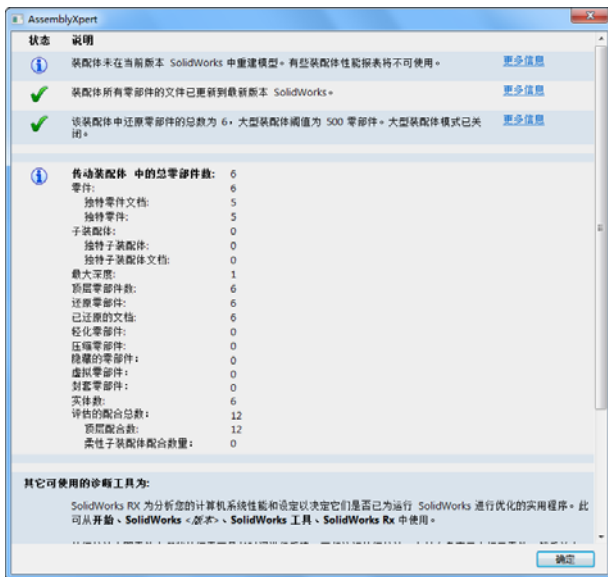

图 7-146 “装配体统计”对话框
**01** 执行装配体统计命令。在菜单栏中选择“工具”→“AssemblyXpert”命令，此时系统弹出如图 7-146 所示的“AssemblyXpert”对话框，对话框中显示了该装配体的统计信息。